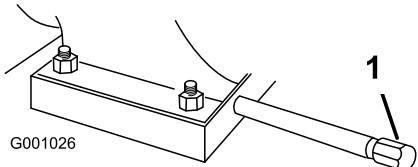

Figure 53
- Nettoyez la surface autour du bouchon de vidange d'huile (Figure 53).